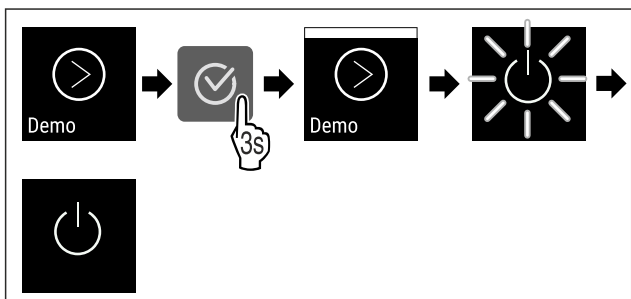

Fig. 90
- ▶ Suorita toimenpidevaiheet (katso Fig. 90) .